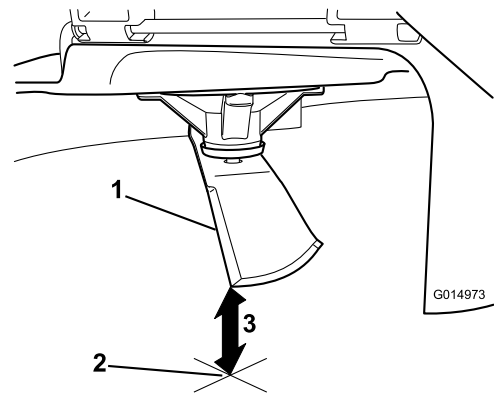

Figura 96
3. Mida desde la punta de la cuchilla hasta la superficie plana (Figura 96).